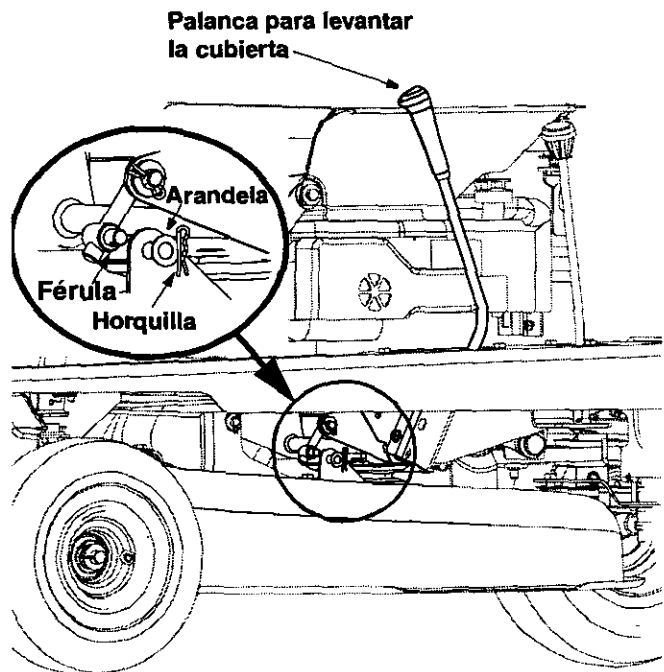

Figura 18
6. Para su nivelación, retire la horquilla y la arandela plana mostradas en Figura 18. Enrosque la férula hacia adentro o hacia afuera según se requiera.